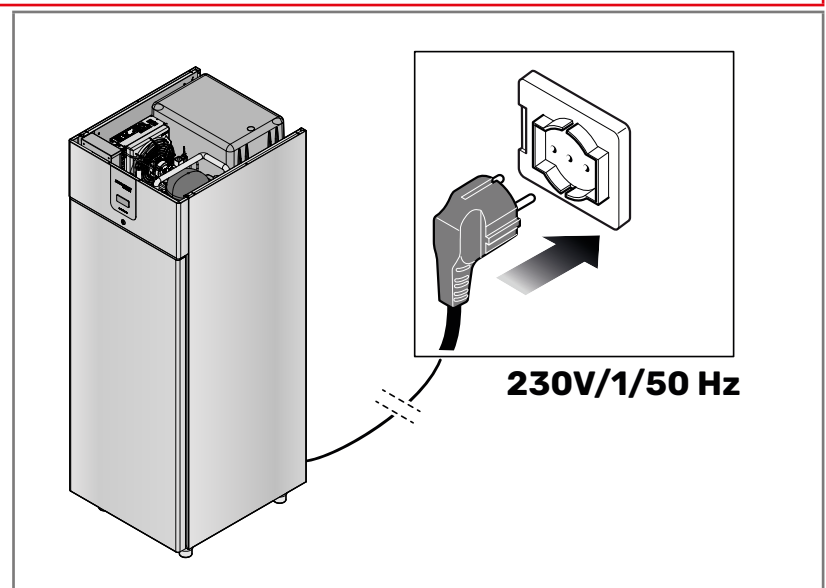

Abb. 4.2 - Einphasig
- **einphasig 230 V/1/50 Hz** (Abb. 4.2); Netzkabel und Schukostecker sind vorinstalliert. Um das Gerät anzuschließen, stecken Sie den Stecker einfach in eine geeignete und leicht zugängliche Steckdose. Es wird empfohlen, die Elektroinstallation mit einem vorgeschalteten Fehlerstromschutzschalter auszustatten, der den Stromfluss bei Überstrom automatisch unterbricht.